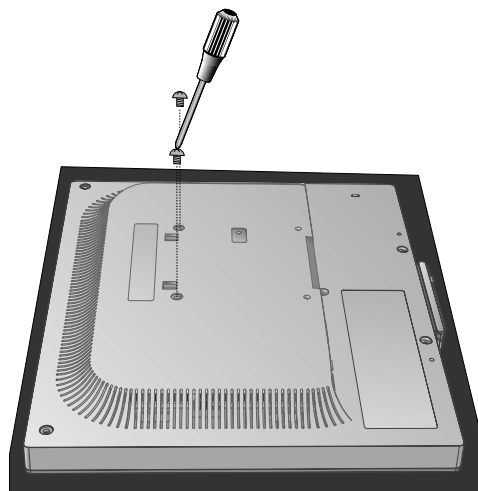

Figura S.4
6. Retire los dos tornillos de la parte superior del monitor (**figura S.4**). El monitor ya está preparado.